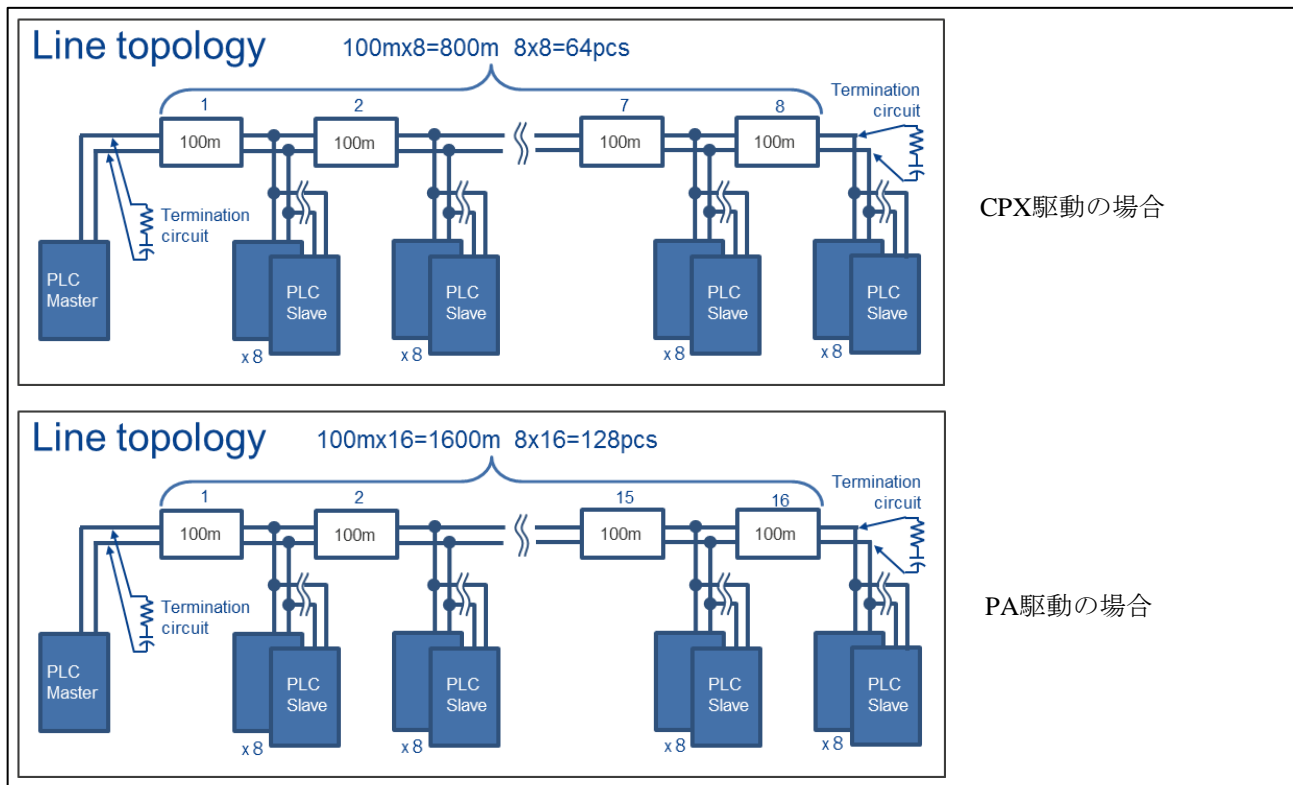
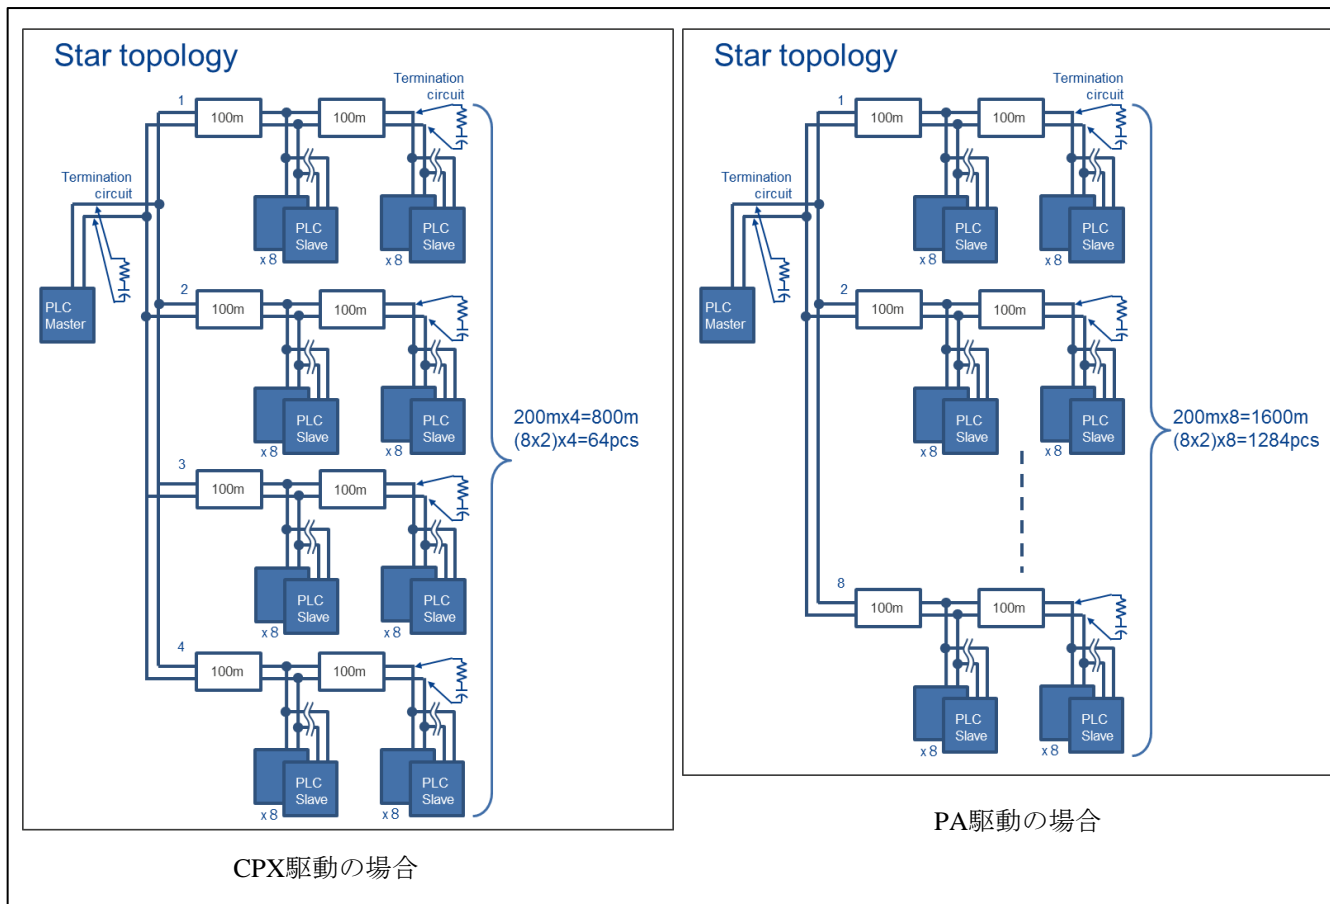

Figure 1-2 Line topologyの接続例
Figure 1-3 Star topologyの接続例
- ケーブルの反射を抑制するため、終端回路を送信端と受信端に接続することを推奨します。Figure 1-2, Figure 1-3に終端回路の挿入例を示しています。